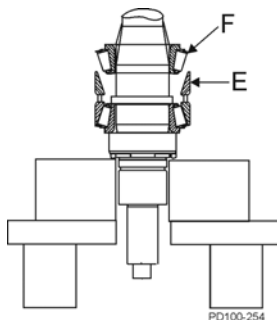

Abbildung 81 - Montage der oberen Schale und des oberen Konus
- Setzen Sie die obere Schale (Abbildung 81, Pos. E) auf das äußere Distanzstück.
- Schmieren Sie die verbleibende obere Konus- und Rollenbaugruppe (Abbildung 81, Pos. F) mit Öl oder Schmierstoff und schieben Sie sie über die Welle. Der Rollenradius zeigt nach oben. Drücken Sie sie auf die Welle und in die obere Schale.